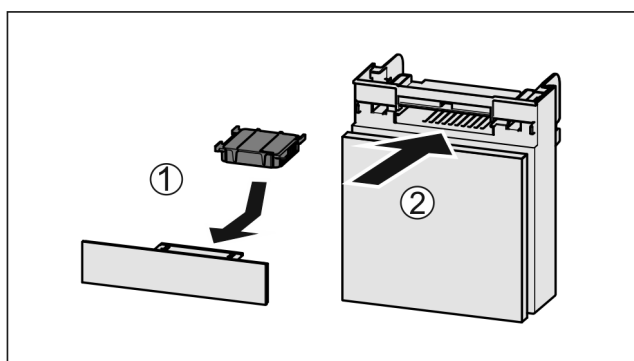

Fig. 180
- Vendosni filtrin me karbon aktiv siç tregohet në figurë Fig. 180 (1).
- Futni kutinë në vend Fig. 180 (2).